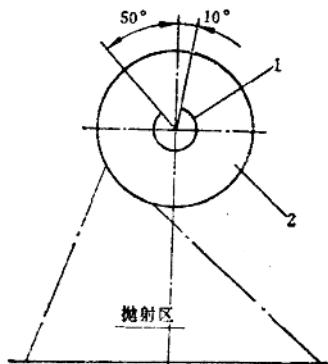

图5-3-5 定向套窗口位置
① 仔细检查机器的各运动部件是否在正常停车位位置上，如果不符要求，应用单动方式恢复原位。
② 检查并调整各种开关的位置，保证动作信号准确。
③ 调整各时间继电器，使其符合各工序要求。
④ 将转换开关转换到单动位置上，依照设备各动作顺序，按各按钮，检查动作是否良好。
⑤ 如果单动均正常，可把转换开关换到自动位置上进行整机联动试车。
⑥ 检查抛丸器抛射带的位置是否正确，如果抛射区不在正确位置上，可调整定向套。定向套窗口位置的调整可参考图5-3-5。